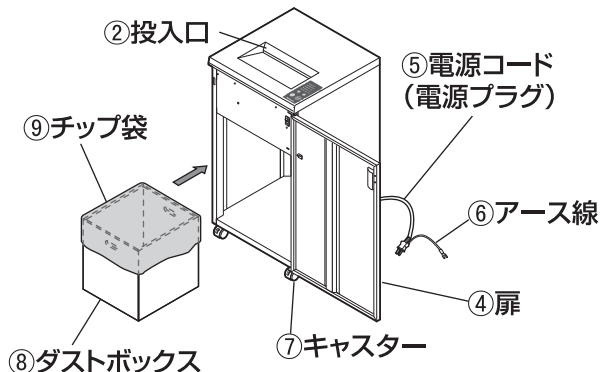

図5 ダストボックスのセット
2. ダストボックス⑧にチップ袋⑨をセットし、奥に当たるまで押し入れてください。
- !!** ●チップ袋⑨は、ダストボックス⑧の内側に密着するようにセットしてください。密着が不十分な場合、満杯検知機構の誤作動や細断紙片が飛散する原因になることがあります。 図5 参照
3. 電源コード⑤の電源プラグを、電源コンセントに差し込んでください。アース線⑥をアース端子に接続してください。